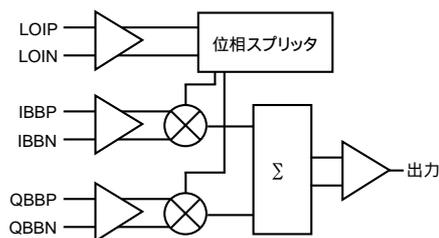

図2 AD8345のブロック図
AD8345は、局部発振器 (LO) インターフェース、ミキサー、差動電圧 / 電流 (V/I) コンバータ、差動 / シングルエンド (D/S) コンバータ、バイアスの各部分に分けることができます。図2に、デバイスのブロック図を示します。